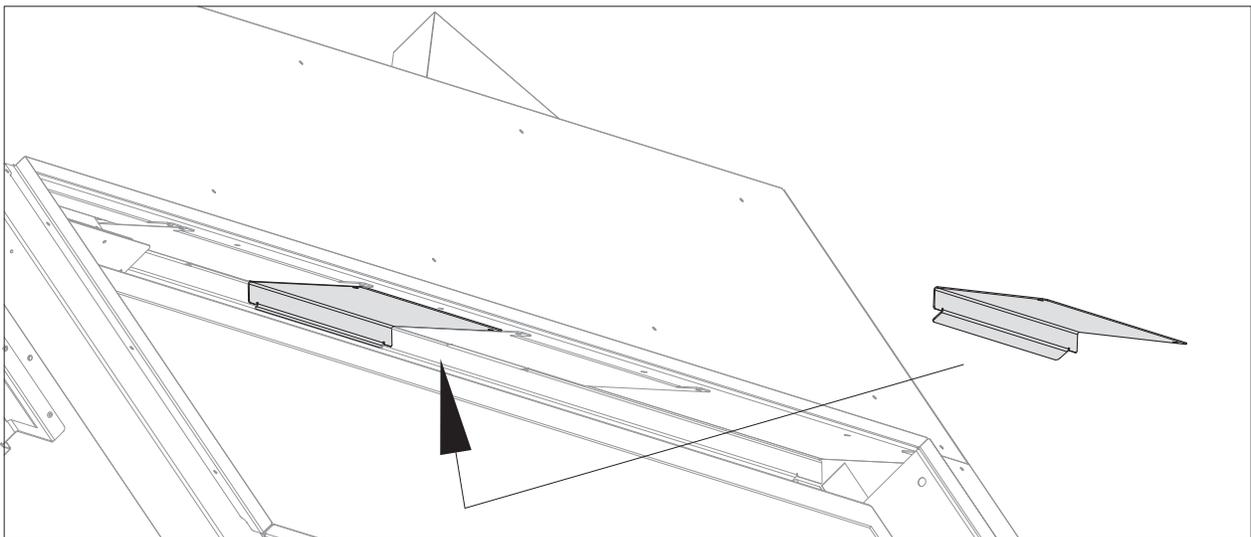

FIGURE 9.5 Installation de la plaque d'obturation du conduit du ventilateur (montré du côté d'accès pour l'entretien)
2. Repérez les plaques du conduit du ventilateur sur l'écran thermique supérieur à l'intérieur de la chambre de combustion. Voir Figure 9.5.
4. Notez l'orientation du rebord de la plaque d'obturation, tel que montré ci-dessous. Installez la plaque d'obturation avec les (2) vis retirées précédemment.